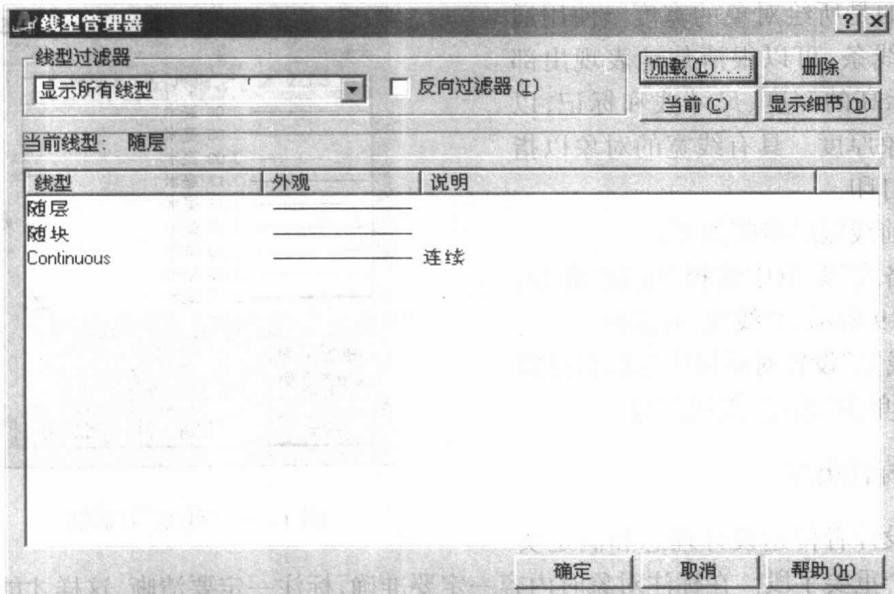

图 1-7 线型管理器
- ① 从“格式”菜单中选择“线型”命令，打开如图 1-7 所示的“线型管理器”对话框。